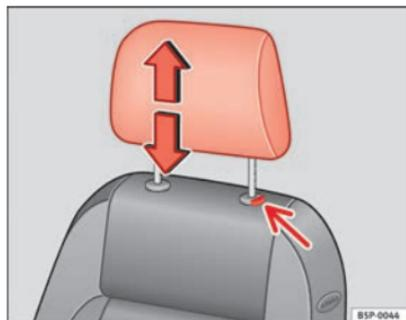

Fig. 91 Ajuste o desmontaje del apoyacabezas
- Pulse la tecla ⇒ fig. 91 (flecha).